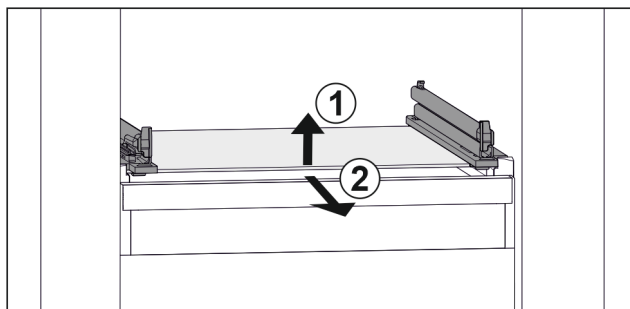

Fig. 54 Exempel på glashylla
- ▶ Lyft glashylla framtill. Fig. 54 (1)
- ▶ Ta ut glashylla framåt. Fig. 54 (2)